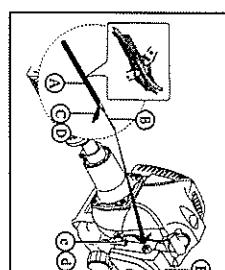

Рис. 2
**2. Установка троса газа и провода (Рис. 2, 3 и 4)**